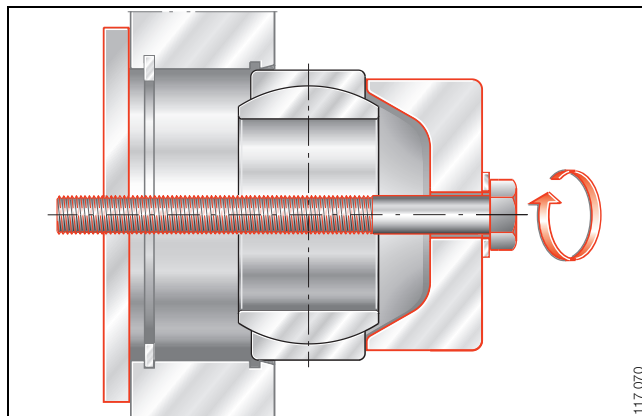

Bild 5 · Spezielle Einbauvorrichtung
- Größere Lager mit spezieller Einbauvorrichtung einbauen (Bild 5)